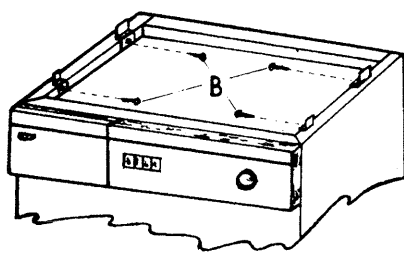

Fig. 14
- 2/ Levi i pezzi di fissaggio del piano di lavoro (Fig. 14) svitando le viti B.
- 2/ Retire las piezas de sujección de la encimera (Fig. 14) para ello suelte los tornillos B.